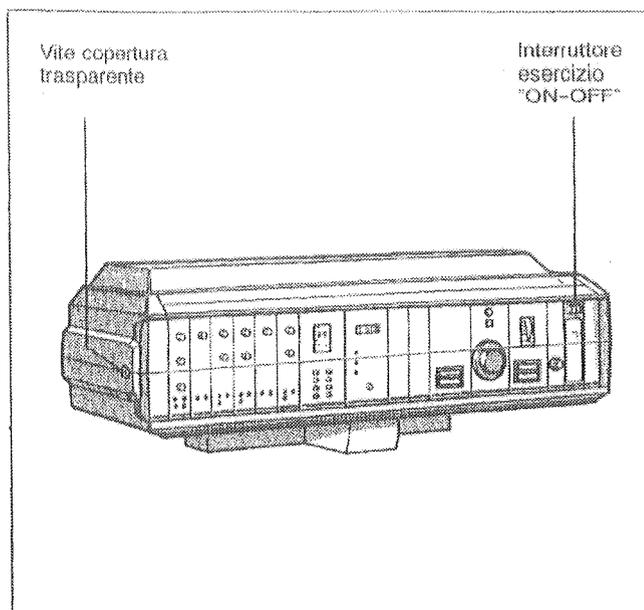
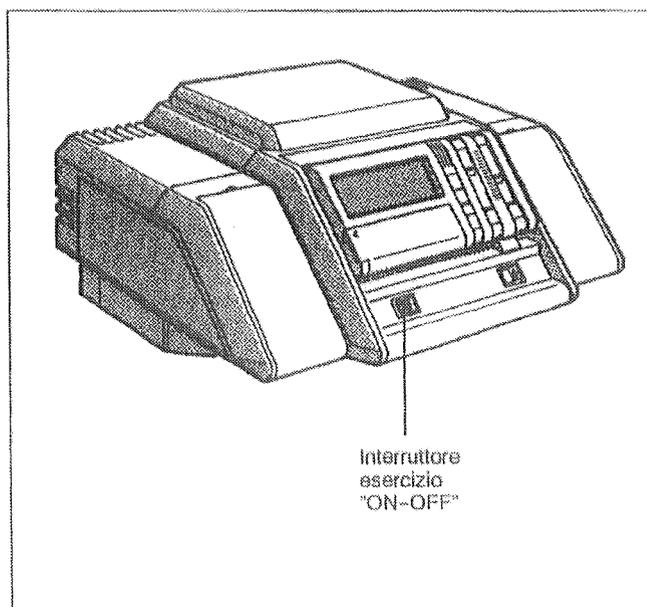

Fig. 36: Apparecchio di regolazione HS 332x
Fig. 38: Apparecchio di regolazione HS 4201
Portare l'intaglio del coperchio trasparente dell'apparecchio di regolazione (Fig. 36) in posizione orizzontale, ad es. con una moneta. Rimuovere la copertura trasparente dal davanti.
- Portare l'interruttore di esercizio (da Fig. 36 a Fig. 38), nelle caldaie doppie per entrambi gli apparecchi di regolazione, nella posizione 0 (OFF).